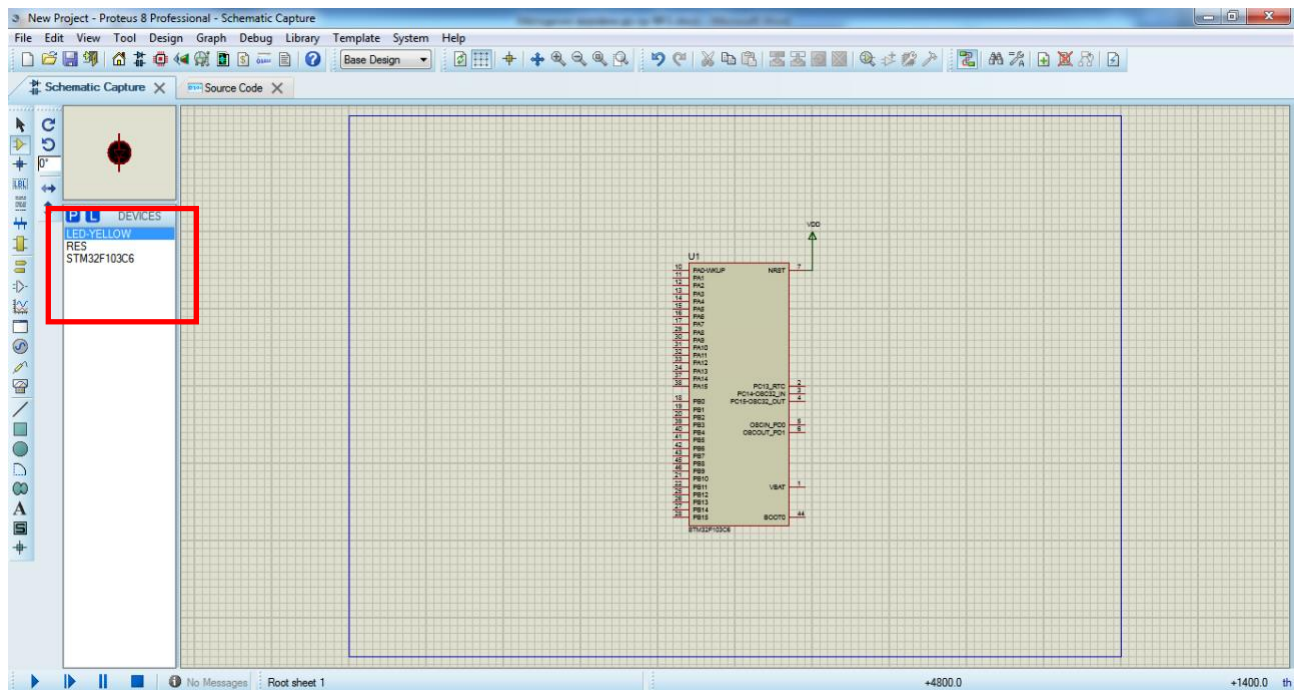

Рис.3
5) обрані елементи повинні з'явитись в селекторі об'єктів (рис. 3);